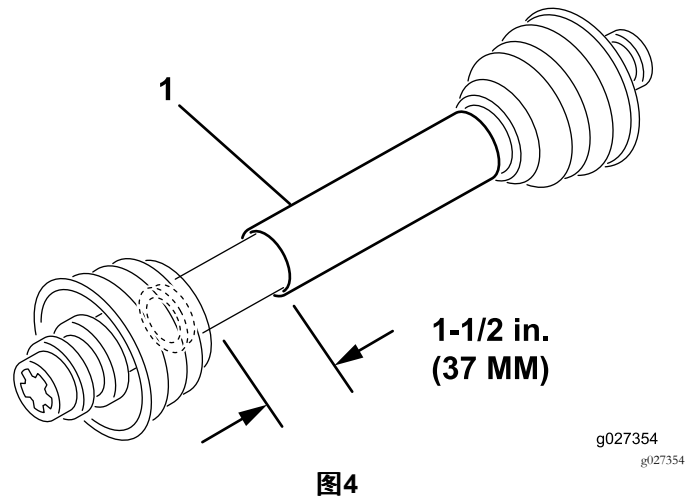

图4
3. 在其最短的长度 PTO 轴的 2 半之间必须至少有 37mm 的额外空隙可供收缩 图4。